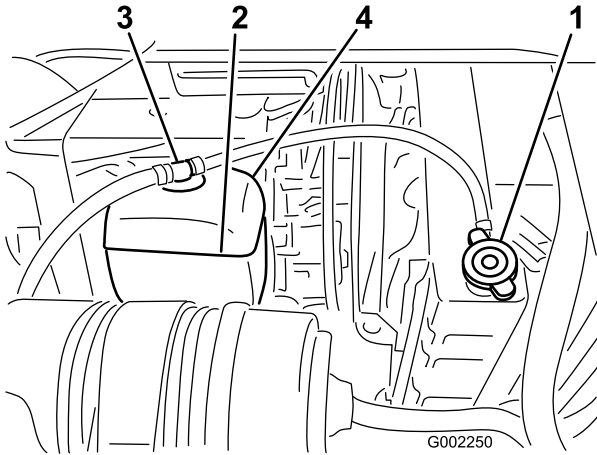

図 53
3. ラジエーターのキャップを注意深く開ける (図 53)。